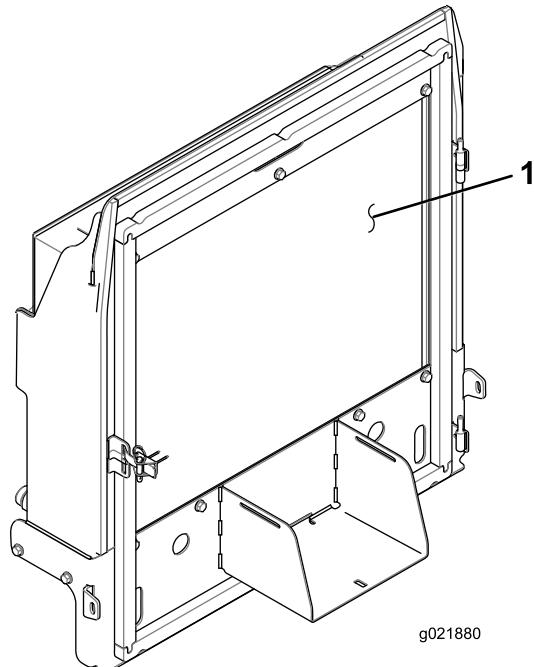

Рисунок 82
4. Тщательно очистите обе стороны радиатора/маслоохладителя (Рисунок 82) сжатым воздухом.